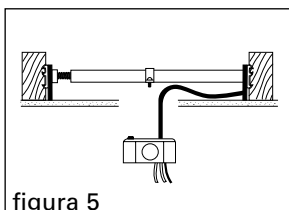

figura 5
4. Quite uno saliente de la caja de empalme e instale el conector. Hale el cable por debajo y a través del hueco y dentro del conector. Entre la caja de empalme dentro del hueco y a las pernas del soporte (figura 5). Sujete la caja con las dos tuercas de nylon provistas, **apriete bien** (figura 6). **No sobre apriete.**